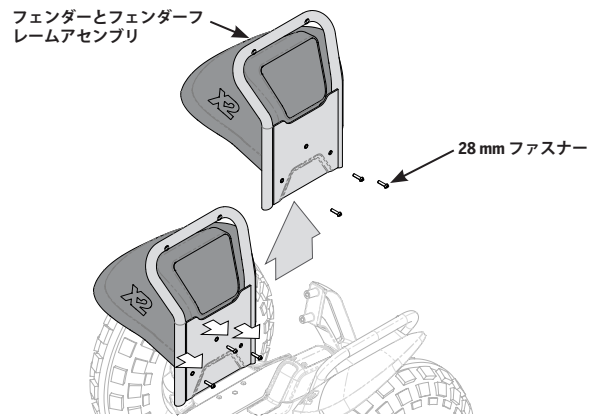

図 72. x2 SE フェンダー / フェンダーフレームアセンブリの取り外し / 取り付け
2. 4 mm 六角レンチを使って 3 個の 28 mm ファスナーを取り外します (図 72 を参照します)。